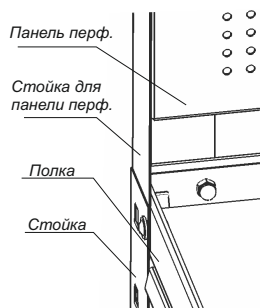

Рис. 3 Крепление стоек для панелей перф. к тележке
- 3.9. Установите стойки под перф. панель поз. 5 в сборе с панелью перфорированной поз. 6, согласно рис. 3(стойка для перф. панели поз. 5 устанавливается между полкой поз. 1 и стойкой поз. 2 до упора), закрепите полку поз. 1, стойки поз. 2, стойки для перф. панели поз. 5 винтами поз. 10 и гайками колпачковыми поз. 11.